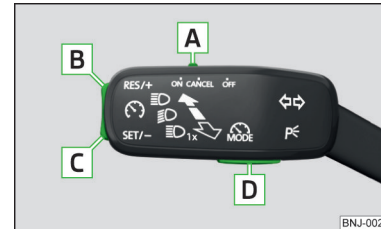

Abb. 205
Übersicht der Bedienelemente der GRA » Abb. 205
- ▶ Durch das Drücken der Taste **D** » Abb. 205.
- Durch das Drücken der Taste **D** » Abb. 205 während der Regelung wird diese abgebrochen und es wird der Geschwindigkeitsbegrenzer aktiviert.